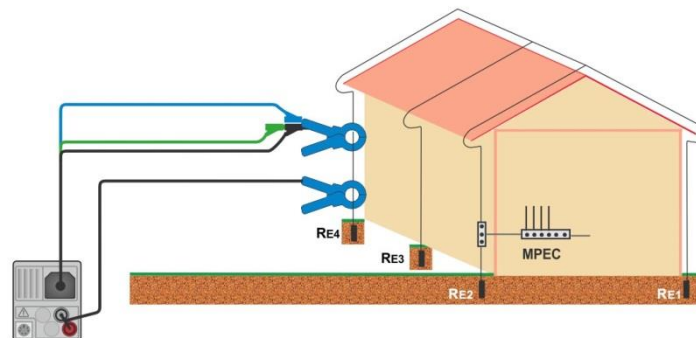

Abbildung 7.63: 2-Zangen Erdungswiderstandsmessung
- › Stromzangen am Prüfobjekt, siehe **Abbildung 7.63**.